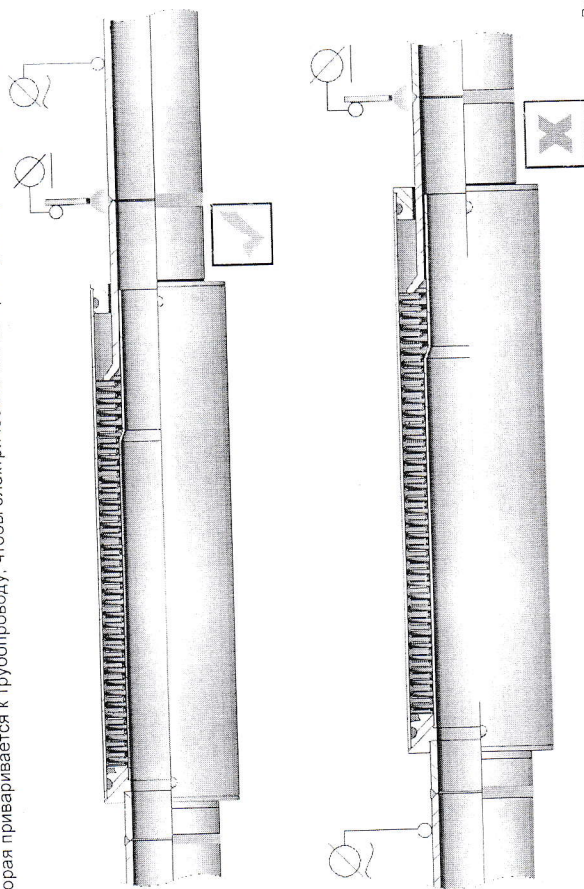

Рис. 6
- 3.7. Масса сварочного аппарата должна быть закреплена к трубопроводу с той стороны компенсатора, которая приваривается к трубопроводу, чтобы электрический ток не проходил через компенсатор (Рис.6).